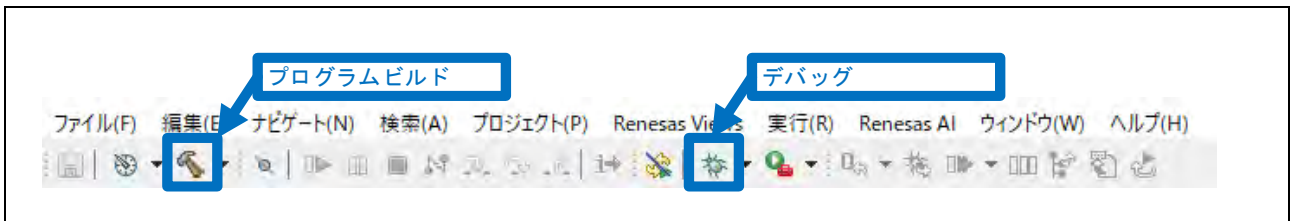

図 2-20 よく使われる機能
(5) 図 2-20、図 2-21、図 2-22、図 2-23 は e2 studio 機能の簡単な紹介を示しています。